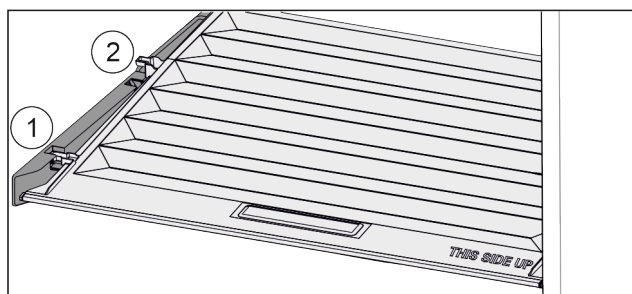

Fig. 45
- ▶ Vytáhněte víko dopředu až k otvoru v přídržných dílech Fig. 45 (1).
- ▶ Vzadu zespuďte nadzvedněte a vyjměte směrem nahoru Fig. 45 (2).